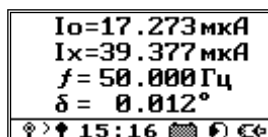

Рисунок 80
7.4.11 Затем необходимо выждать два-три интервала усреднения и, убедившись в стабильности отображаемых данных (рисунок 80), нажать кнопку , зафиксировав результаты второго этапа измерений – токи I_{o2} и I_{x2} . При необходимости сохранения измеренных величин на SD-карте – нажмите кнопку .